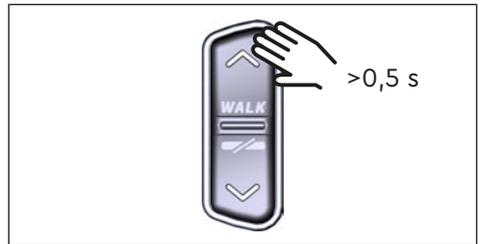

Abb. 7: Aktivieren der Gehhilfe
- ▶ Wenn das E-Bike stillsteht, drücken Sie die OBEN-Taste auf dem Remote länger als 0,5 s (siehe Abb. 7), um die Gehhilfe zu aktivieren.